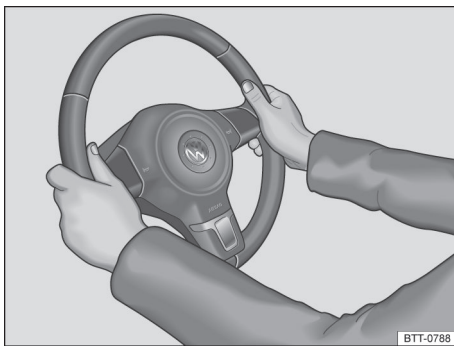

Fig. 54 No volante: posição 9 e 3 horas.
- Ajustar o volante de forma que possa ser segurado lateralmente com ambas as mãos, com os braços ligeiramente arqueados, na borda externa, na *posição das 9h e 3h* \Rightarrow Fig. 54.
- Durante a condução, sempre segurar o volante com ambas as mãos lateralmente na borda externa na *posição das 9h e 3h* \Rightarrow Fig. 54 para reduzir ferimentos causados pelo acionamento do airbag frontal do condutor.